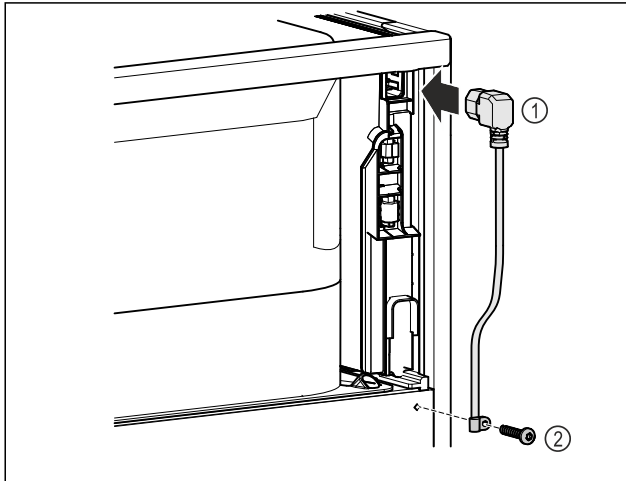

Fig. 9
- ▶ Вставте роз'єм «холодного підключення» кабелю підключення до мережі Fig. 9 (1) на задній стороні пристрою.
- ▶ Встановіть механізм для розвантаження кабелю від натягу Fig. 9 (2)